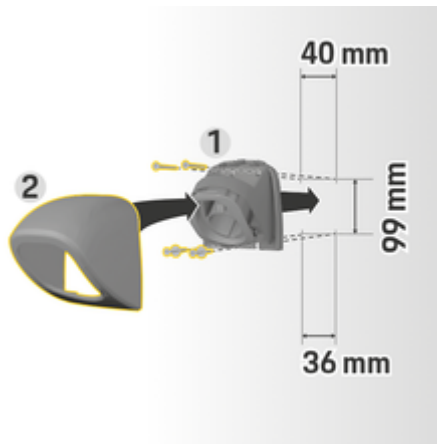

Рис. 140 Розміри отворів
1. Вийміть тримач вилки 1 (Рис. 140) із кришки 2 (Рис. 140).
4. Прикрутіть тримач вилки 1 (Рис. 140) до стіни.
5. Надіньте кришку 2 (Рис. 140) знизу на тримач вилки 1 (Рис. 140) і притисніть догори.